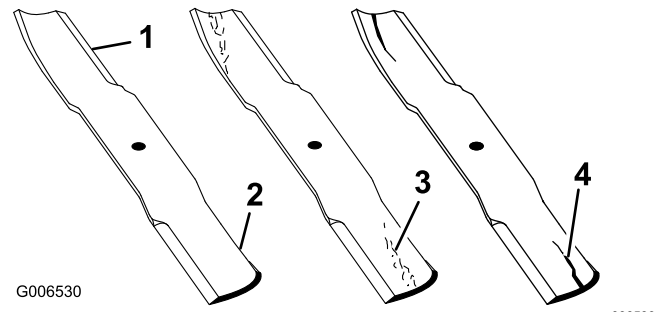

Figure 45
1. Examinez le tranchant des lames (Figure 45). Si les tranchants sont mal affûtés ou présentent des indentations, déposez et affûtez les lames; voir Affûtage des lames.
2. Inspectez les lames, surtout la partie relevée (Figure 45). Remplacez immédiatement toute lame endommagée, usée ou qui présente une entaille (repères 3 et 4 de la Figure 45).